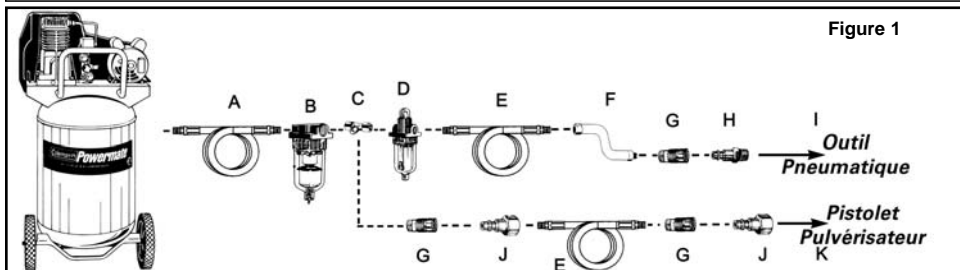
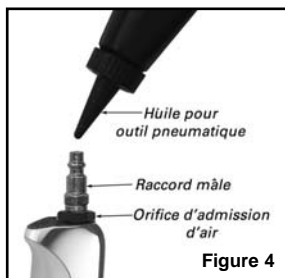

Figure 1
Figure 4
9. Connect the tool to the air hose quick coupler. **NOTE: It is recommended that a whip hose with a swivel (P012-0079SP - not included) be used to prevent twisting, kinking and excessive wear to the air hose (ref. item "F" in figure 1 for recommended connections).**
To maintain the maximum performance of the air tool, it must be lubricated each time it is used. Dust, dirt, rust and oil residue will build up inside the tool and reduce the performance. An in-line oiler is recommended for proper automatic tool lubrication (see Figure 1). If an in-line oiler is not available, the tool can be lubricated manually through the inlet port (see Figure 3).
- Branchez l'outil au raccord rapide du tuyau flexible d'air. **REMARQUE : Il est recommandé d'utiliser un flexible de raccordement à pivot (P012-0079SP - non inclus) afin d'empêcher le tuyau flexible de s'entortiller ou de se plier et de prévenir son usage excessif (voir l'élément F de la Figure 1 pour les connexions recommandées).**
Pour conserver le rendement optimal du moteur pneumatique, il faut le lubrifier à chaque utilisation. Des résidus de poussière, de saleté et d'huile se logeront à l'intérieur de l'outil et en réduiront le rendement. Un huilier sur canalisation est recommandé pour lubrifier automatiquement l'outil de façon adéquate (voir Figure 1). Si ce dispositif n'est pas disponible, il est possible de lubrifier l'outil manuellement par l'orifice d'admission (voir Figure 4).